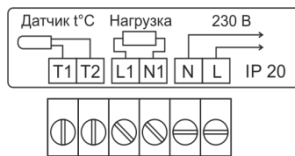

Рисунок 1 - Схема подключения терморегулятора
5. Подключите к терморегулятору провода электропитания, греющего элемента и (при наличии) выносного датчика пола в соответствии с рис. 1.